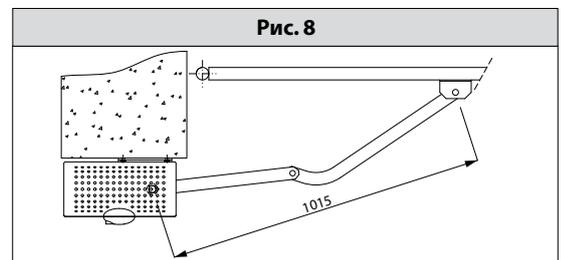

Рис. 9
### 4.2) Установка ручки разблокировки (Рис. 9).
- Закройте крышку привода и закрепите прилагаемыми шурупами. **ВНИМАНИЕ! Крючок втулки "D" должен быть вставлен в вилку рычага разблокировки (Рис. 9b). Если не попадает, разблокировка не работает.** Блокировка легко производится, повернув ручку "А" в сторону, обратную разблокировке: по часовой стрелке для левой створки, против часовой стрелки для правой створки и блокируется в таком положении ключом. Проверьте, что втулка "D" расположена горизонтально (Рис. 9b) и оденьте кожух, ручкой разблокировки с лицевой стороны, как показано на Рис. 9с.
Рис. 9б
Рис. 9с